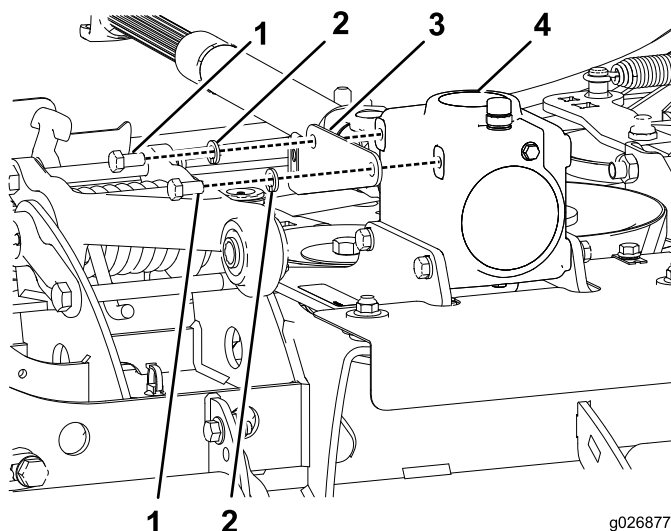

Figura 8
2. Instale el soporte de giro en la caja de engranajes (Figura 8).